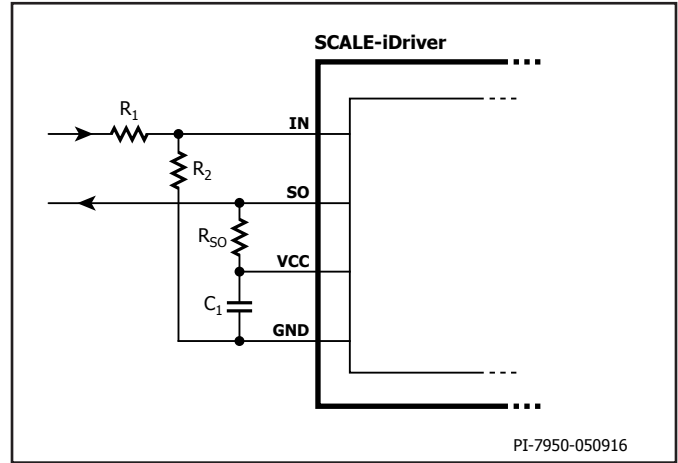
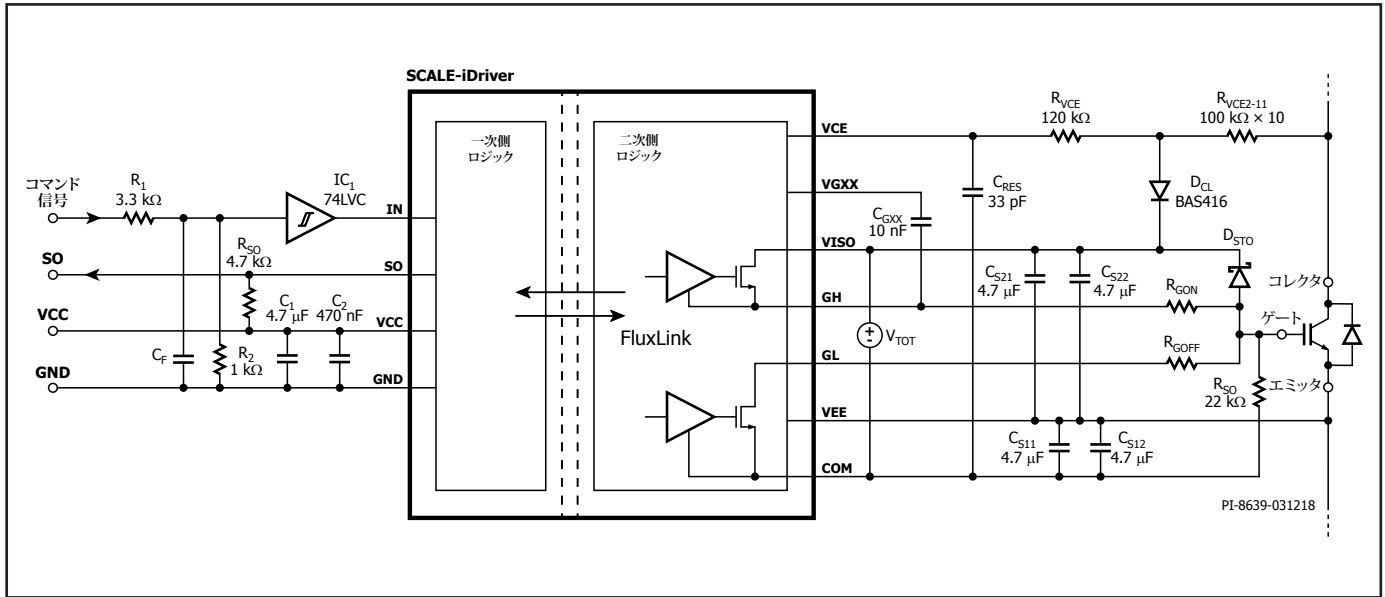
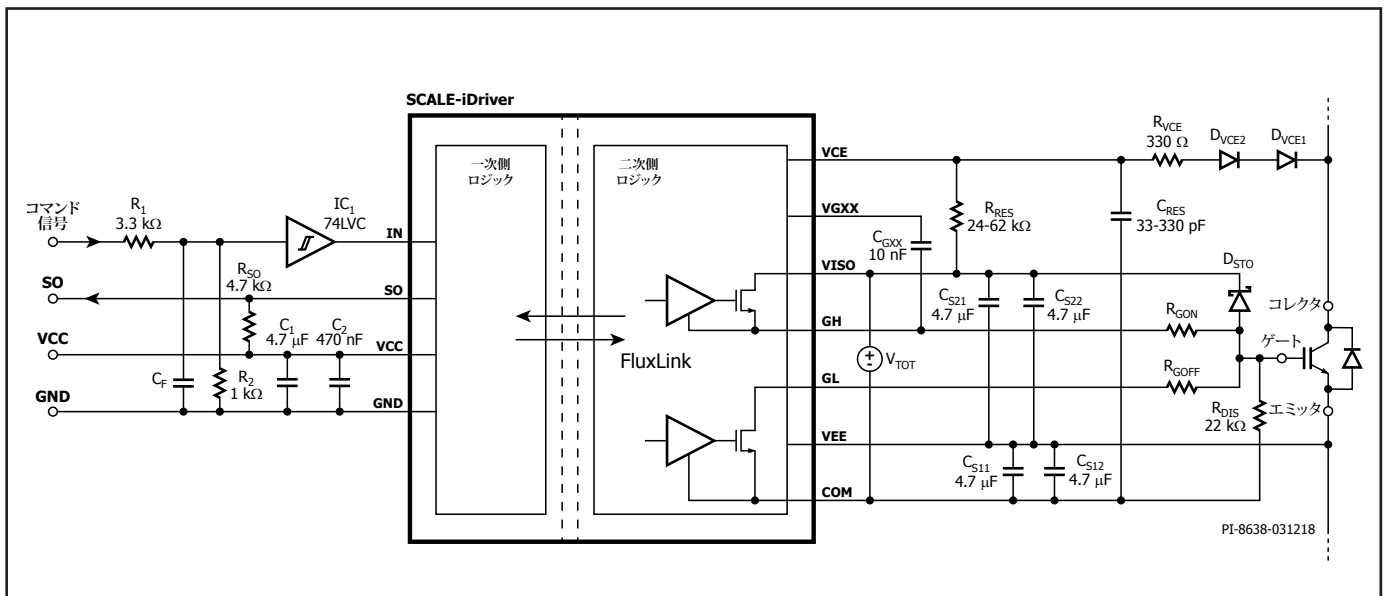

図 5. スレッシュホールド電圧 V_{IN+LT} 及び V_{IN+HT} の上昇時 (IN ロジックレベルが 15 V の場合、 $R_1 = 3.3 \text{ k}\Omega$ 及び $R_2 = 1 \text{ k}\Omega$)
図 13. 不飽和(短絡)状態の検出に抵抗回路を使用する SCALE-iDriver の応用例
図 14. 不飽和(短絡)状態の検出にダイオードを使用する SCALE-iDriver の応用例
入力 (IN) と出力 (SO) のロジックは、5 V CMOS ロジックを使用するマイクロコントローラで直接動作するように設計されています。コントローラと SCALE-iDriver の物理的な距離が長かったり、レベルシフトが必要な場合は、図 5 に示す抵抗分割回路やシュミットトリガ IC (図 13 及び図 14) を使用できます。どちらのソリューションもロジックレベルを必要に応じて調整でき、ドライバのノイズ耐性を向上させることもできます。
デンサ C_1 , C_{S1X} , C_{S2X} , C_{GXX} を使用して安定化する必要があります (図 13 及び図 14 を参照)。それぞれの供給電圧が定常値に到達した後、遅延時間 t_{START} が経過するとドライバが動作を始めます。
図 13 及び図 14 は、SCALE-iDriver の設計に使用される回路図と標準的な部品を示しています。どちらの場合においても、一次側供給電圧 (V_{VCC}) は、VCC ピンと GND ピンの間に接続され、電源バイパス セラミックコンデンサ C_1 (通常 4.7 μ F) を使用します。コマンド信号の電圧レベルが IN ピンの定格電圧 (この例では 15 V) よりも高い場合は、抵抗分圧する必要があります。入力信号のフィルタを行うには、コンデンサ C_f 及びシュミットトリガ IC₁ を追加します。SO ピン出力は 5 V ロジックです。I_{SO} 電流の絶対最大定格を超過しないように R_{SO} を接続します。
図 13 は、抵抗 $R_{VCE2} - R_{VCE11}$ を使用した不飽和(短絡)状態の検出回路を示しています。この例では、全ての抵抗を 1206 パッケージの 100 kΩ にしています。抵抗の合計値は 1 MΩ です。DC リンクの最大電圧における電流を 0.6 mA から 0.8 mA に制限するために、抵抗を選択する必要があります。 $R_{VCE2} - R_{VCE11}$ の合計値は、1200 V の半導体に対してはおおよそ 1 MΩ、600 V の半導体に対してはおおよそ 500 kΩ となります。どのような場合も、デバイスのコレクタと SCALE-iDriver 間で、直接接続する抵抗の沿面距離と空間距離を適切に維持することが必要です。低リーク電流タイプのダイオード D_{CL} は、DC リンクの電圧範囲が広範囲な場合でも、短絡時間を一定に維持します。
図 14 は、ダイオード D_{VCE1} 及び D_{VCE2} を使用した不飽和(短絡)状態の検出回路を示しています。耐圧に対しては、2 つ以上の SMD ダイオードを使用します (例: STTH212U)。 R_{RES} を VISO に接続することにより、デバイスがオン状態のときにダイオードを通過する電流が保証されます。デバイスが不飽和(短絡)状態で動作する場合、 R_{RES} を通じて C_{RES} への充電が開始されます。この構成では、応答時間は R_{RES} と C_{RES} が制御します。この応用例では、 $C_{RES} = 33$ pF、 $R_{RES} = 62$ kΩ です。不飽和(短絡)検知感度が高すぎる、または短絡の期間が長すぎる場合は、 C_{RES} と R_{RES} の両方を調整できます。
テーブル 2. PCB レイアウトと部品のガイドライン (図 13 を参照)
テーブル 3. PCB レイアウトと部品のガイドライン (図 14 を参照)